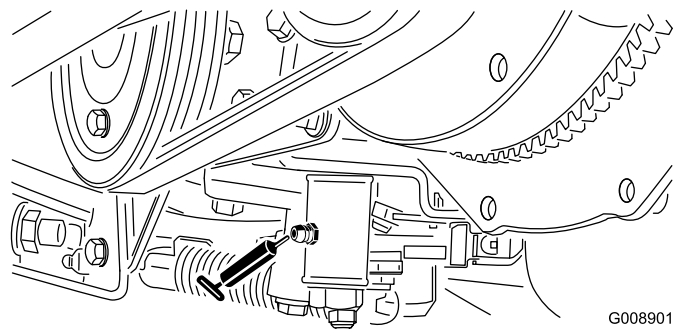

**Figure 48**
- Pivots d'unité de coupe (2 chacune) ; voir Figure 48.